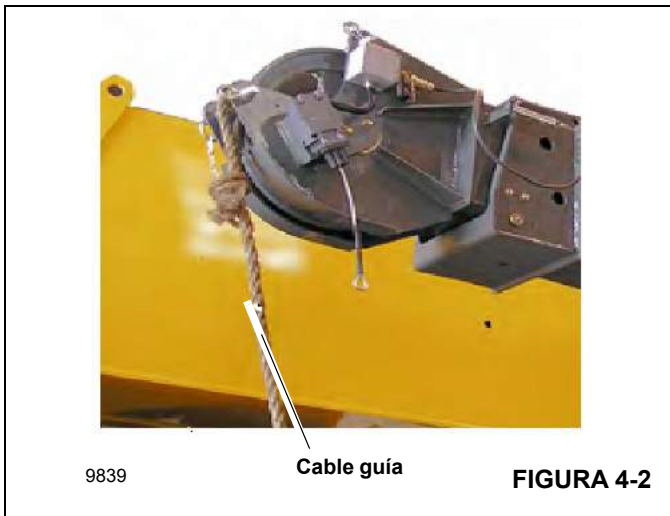

FIGURA 4-2
**NOTA:** El cable guía (Figura 4-2) empleado en estos procedimientos sirve para controlar el movimiento de la extensión de pluma.
1. Conecte un tramo de cuerda (cable guía) a la punta de la extensión de pluma, como se muestra en la Figura 4-2, para ayudar a girar la extensión a su lugar, delante de la punta de la pluma.
8. Eleve y/o baje la pluma ligeramente para ayudar a controlar la extensión de la pluma. Utilice la cable guía (Figura 4-2) amarrada a la punta de la extensión de pluma para girarla manualmente a su lugar delante de la punta de la pluma.